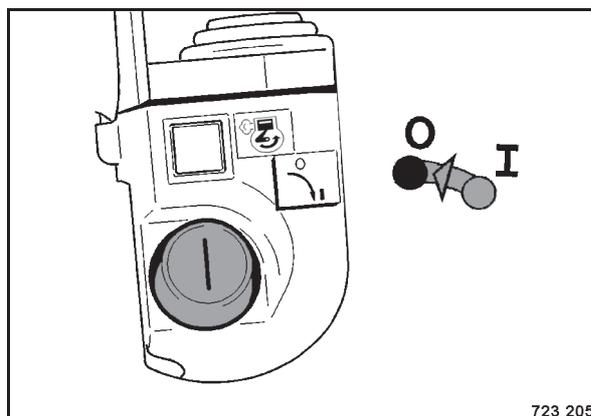

Bild 61
- Zündstartschalter (Bild 61) in Stellung "0" drehen.